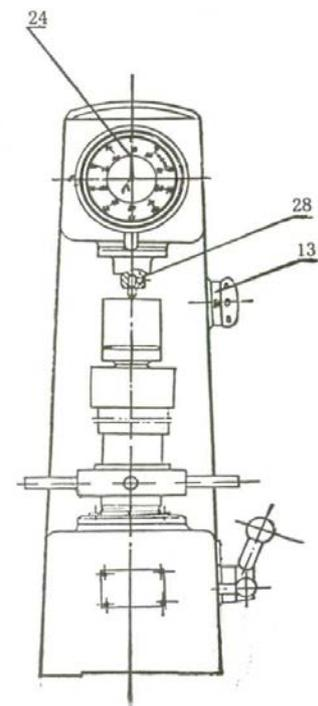

Figure 3
- C. Tournez le bouton de force d'essai (Pièce n° 13, **Figure 3**) pour tester la force de 150 kgf. Vérifiez que la manette de déchargement (Pièce n° 16, **Figure 4**) est bien en position de déchargement comme sur la **Figure 4**.